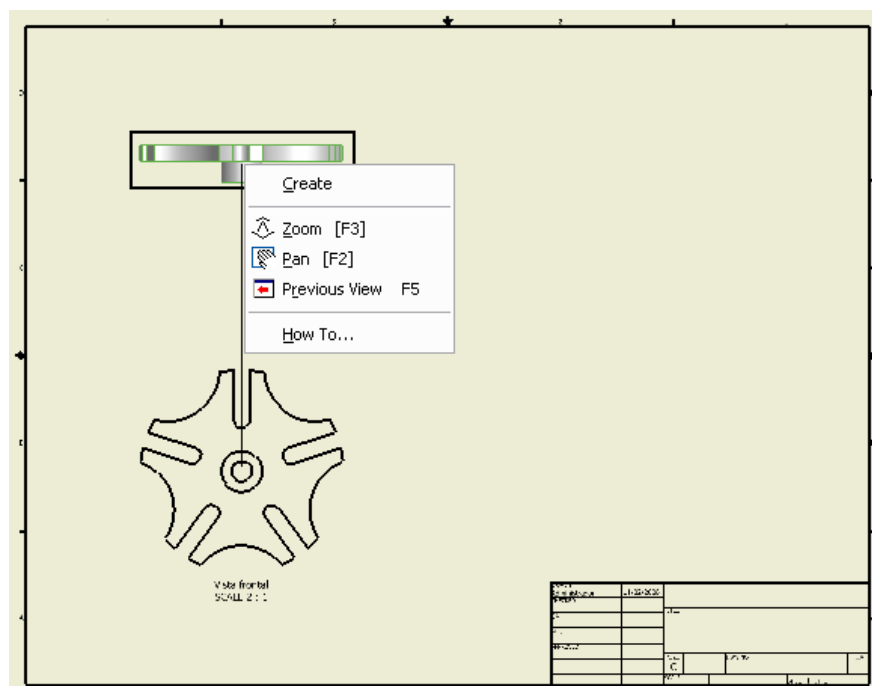

Figura 4.30 Creación de vistas proyectadas.
8.-Seleccione la vista que desea crear, para este caso crearemos la vista superior. Presione el botón izquierdo del ratón para finalizar su creación y abra su menú auxiliar del ratón para presionar CREATE (crear), figura 4.30.